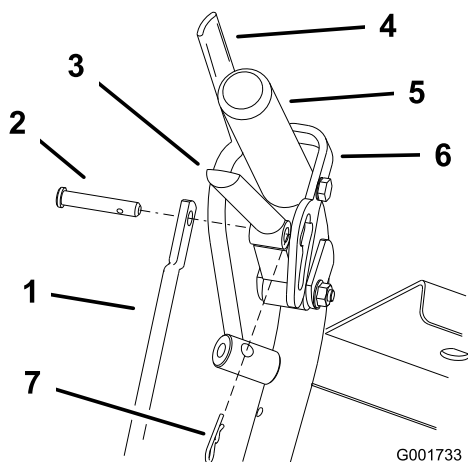
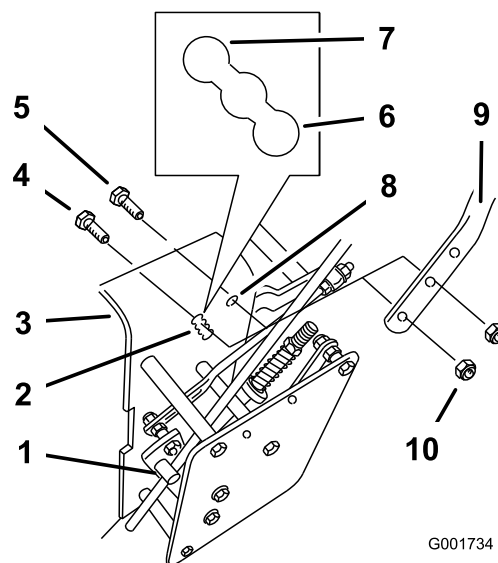

Figura 18
Figura 19
1. Retire os pernos de gancho e os passadores de forquilha das alavancas da transmissão e dos bloqueios em ponto morto (Figura 18).
2. Desaperte os parafusos flangeados superiores ($\frac{3}{8}$ pol. x $1\frac{1}{4}$ pol.) e a porca flangeada que fixam o manípulo à estrutura traseira (Figura 19).
3. Retire os parafusos flangeados inferiores ($\frac{3}{8}$ pol. x 1 pol.) e as porcas flangeadas que fixam o manípulo à estrutura traseira (Figura 19).
5. Ajuste o comprimento da barra de controlo rodando a barra de controlo no encaixe da barra (Figura 18 e Figura 19).
6. Instale o perno de gancho entre as alavancas da transmissão e os bloqueios em ponto morto e nos passadores de forquilha (Figura 18).